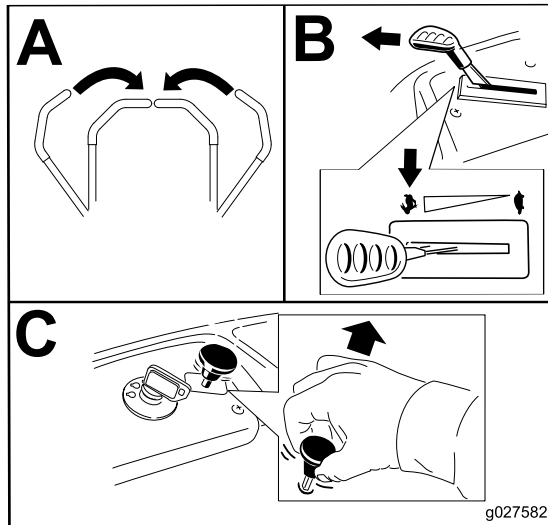

Figure 13
**Remarque:** Engagez toujours les lames en plaçant la commande d'accélérateur à la position haut régime (Figure 13).